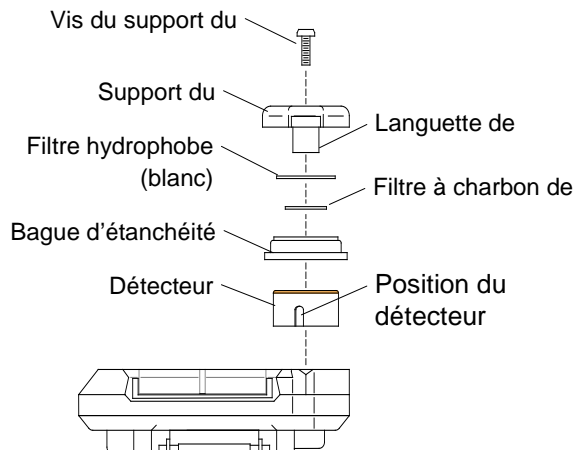
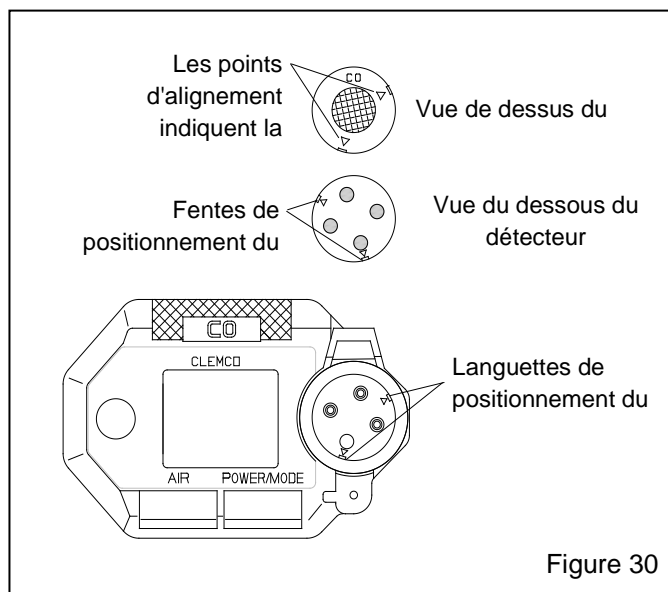

Figure 29
Figure 30
6.2 Remplacement du détecteur – Figures 29 et 30
6.2.5 Retirez l'ancien détecteur en le tirant vers le haut depuis son support. **REMARQUE :** Le dessous du détecteur est fendu et ne peut être inséré dans la prise qu'une seule fois comme illustré sur la figure 29. Avant de retirer le détecteur, notez la position des anciens points d'alignement du détecteur comme illustré sur la figure 30. Le nouveau détecteur doit être placé dans la même position.
6.2.6 Insérez le nouveau détecteur avec soin. Assurez-vous que la face du détecteur avec l'anneau de couleur est orientée vers le haut et que les fentes du détecteur sont alignées correctement avec les languettes à l'intérieur du support comme illustré sur la figure 30. Ne forcez pas pour insérer le détecteur dans le support. Il se place facilement s'il est correctement aligné.